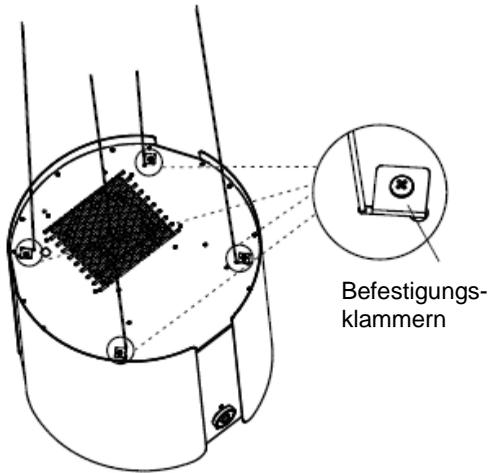

Abb. 14
8. Führen Sie die vier Seile durch die Öffnungen mit dem schmalen Schlitz in der Haube und schieben Sie sie in die schmalen Schlitze, wie in Abb. 14 gezeigt.